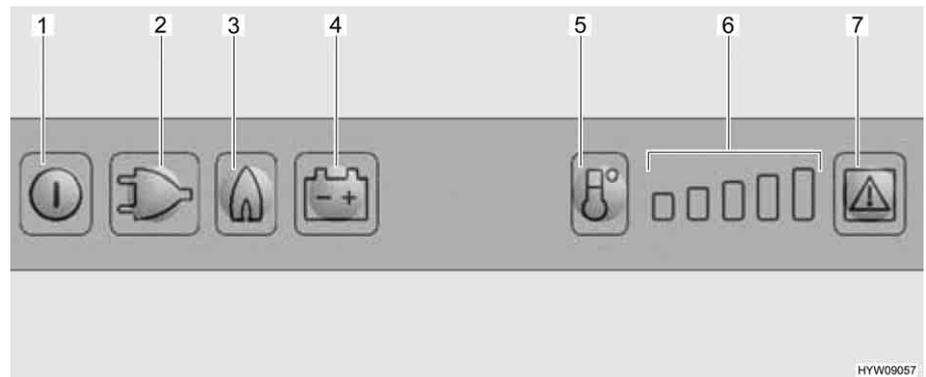

Fig. 176 Elementi di comando del frigorifero
- Premere il tasto On/Off (Fig. 176,1) per circa 2 secondi. Il frigorifero si accende. Si accende il tasto dell'ultima modalità di funzionamento.
- Eventualmente premere il tasto per la modalità di funzionamento "Gas" (Fig. 176,3). Il tasto si accende. L'alimentazione del gas è ora aperta. L'accensione avviene automaticamente. È udibile un ticchettio fino a quando procedura di accensione non è stata portata a termine.
- Regolare la temperatura di raffreddamento con il tasto di selezione dei gradi di temperatura (Fig. 176,5).
- Eventualmente premere il tasto della modalità di funzionamento "230 V" (Fig. 176,2). Il tasto si accende.
- Eventualmente premere il tasto della modalità di funzionamento "12 V" (Fig. 176,4). Il tasto si accende.